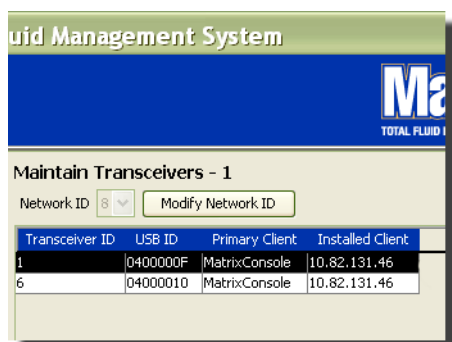

FIG. 92
- Le profil du client primaire mis à jour s'affiche dans le champ "Primary Client" (Client primaire) comme illustré dans la FIG. 92.
5. Les informations concernant le fluide s'affichent dans l'écran "Fluids" (Fluides) comme illustré dans la FIG. 92.